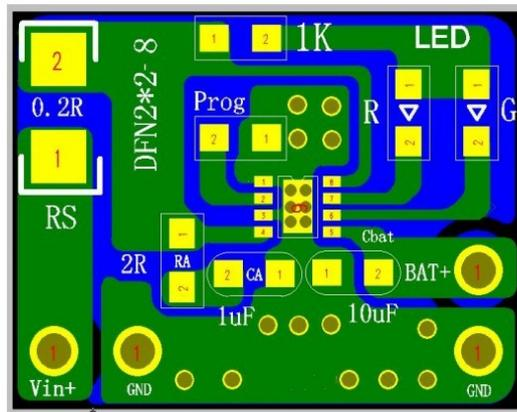

图5
- 1、为保证各种情况下可靠使用，防止输入电源插拔所产生的尖峰和毛刺电压损坏芯片，芯片VCC端(使用RS RA及CA器件)必须按照典型电路应用才可保证高压输入不被损坏,建议HL4066TP典型应用情况下，Vcc端口电容采用X7R的1uF陶瓷电容,电容耐压选择最高输入电压1.5~2倍；BAT端采用10uF陶瓷电容。所有电容位置以靠近芯片引脚为优，电容地并集中连接于芯片地，不宜过远(电容位置可参考下图PCB,图4及图5)。